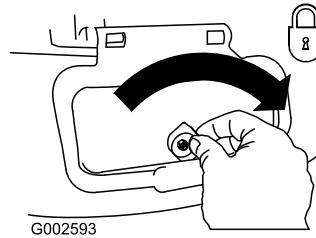

**Figura 30**
3. Instale el conducto de descarga lateral y cierre la puerta sobre el conducto (Figura 30).